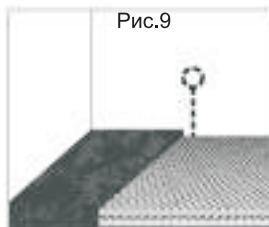

Рис.10
- На слой песка над кабелем уложите металлическую сетку (ячейка 10-20мм) для защиты кабеля от повреждения лопатой или другими инструментами (Рис.10).